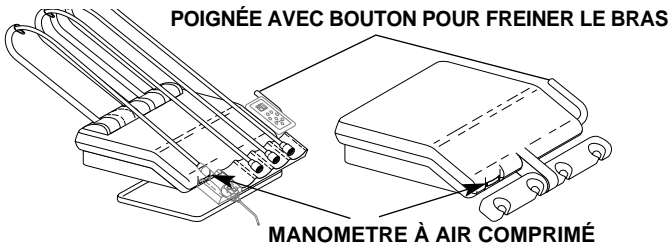

Figure 2. Manomètre à air comprimé
Le manomètre d'air comprimé (voir figure 2) indique, en psi et en kg/cm², la pression de l'air comprimé dans l'instrument actif.
Le bras est verrouillé contre tout mouvement vertical jusqu'à ce que l'on presse le bouton du frein (voir figure 2 à la page 2). Il est alors possible de positionner la tête de l'unité. Le fait de relâcher le frein du bras verrouille la tête de l'unité.
2. Repérer le manomètre d'air comprimé qui se trouve à l'avant de la tête de l'unité (voir figure 2 à la page 2).